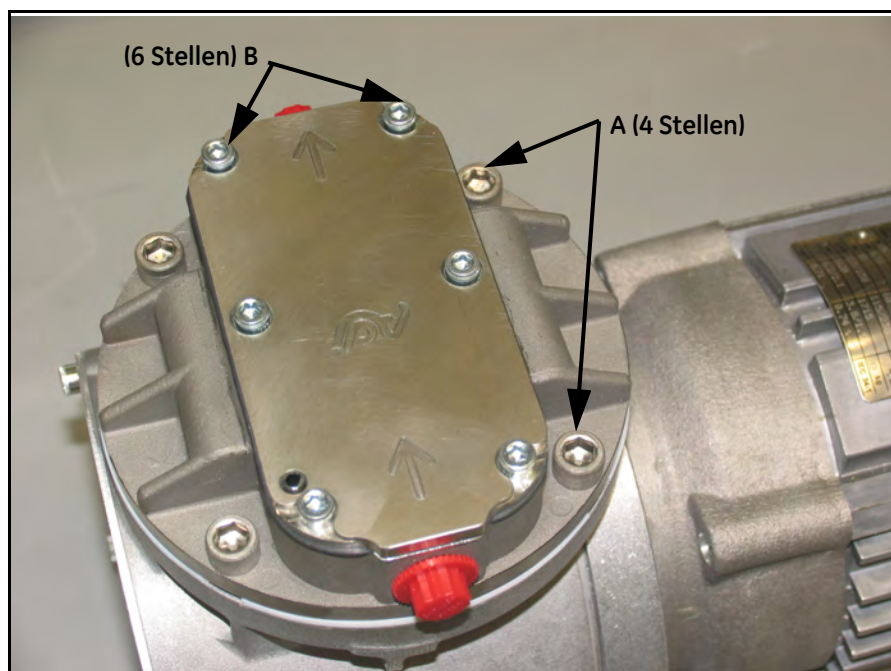

Abbildung 71: Lokalisierung der Schrauben des Kopfstücks und der Inbusschrauben
3. Entfernen Sie das Kopfstück, indem Sie die vier 1/4"-Inbusschrauben mit einem 1/4"-Inbusschlüssel entfernen (siehe Abbildung 71, Beschriftung A).
4. Entfernen Sie den Ventildeckel vom Kopf, indem Sie die vier 5/32"-Inbusschrauben mit einem 5/32"-Inbusschlüssel entfernen (siehe Abbildung 71, Beschriftung B).